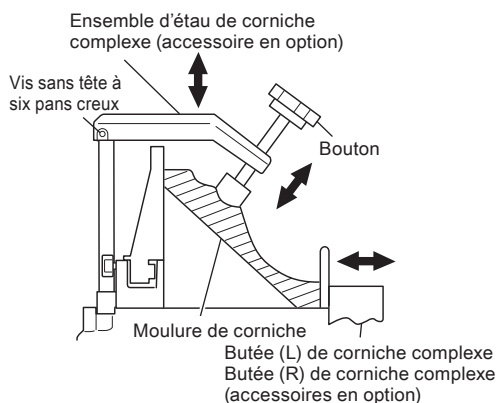

Fig. 45-b
- (1) Les butées (L) et (R) de corniche complexe (accessoire en option) permettent des coupes plus faciles de corniches complexes sans inclinaison de la lame de scie. Les installer sur la base, de chaque côté, comme le montre la Fig. 45-a. Après les avoir introduits, serrer les boutons de boulonnage de 6mm sur les butées de corniche complexe.